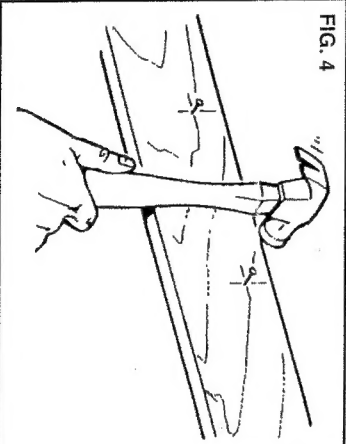

FIG. 4
4. Start two nails in marked locations. Make sure nail heads are small enough to fit through larger opening in keyholes, yet large enough to hold unit securely in smaller keyholes. (FIG. 4)
4. Clave parcialmente dos clavos en los lugares que se marcaron. Verifique que las cabezas de estos clavos sean lo suficientemente pequeñas para caber por la parte más ancha de los agujeros en forma de llave, pero de un tamaño tal que puedan sostener la unidad con agujeros más pequeños. (FIG. 4)